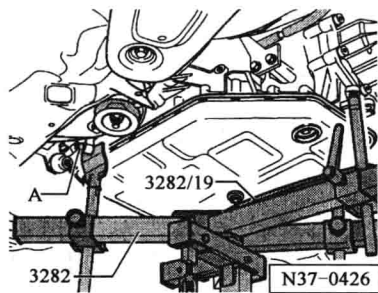
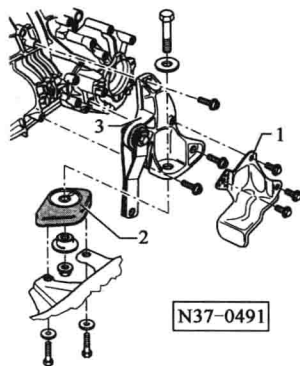

图 1-19 变速器托架
图 1-20 支撑、支架
(8) 安装变速器托架,如图 1-19 所示:
① 安装_____ 3282。
② 将带有变速器托架的举升器 V. A. G 1383A 升到升到变速器下方使其支撑起变速器。
③ 调整调整盘使其与_____平行。
④ 用螺栓_____将变速器定位于变速器托架上。
(9) 变速器支架的拆卸,如图 1-20 所示: